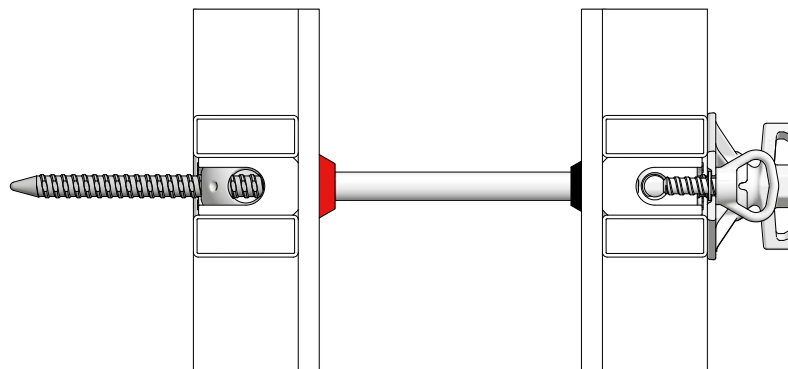

Fig. 16.1
- Ancrage unilatéral avec tige XT DW 20 et entretoise (Fig. 16.1)